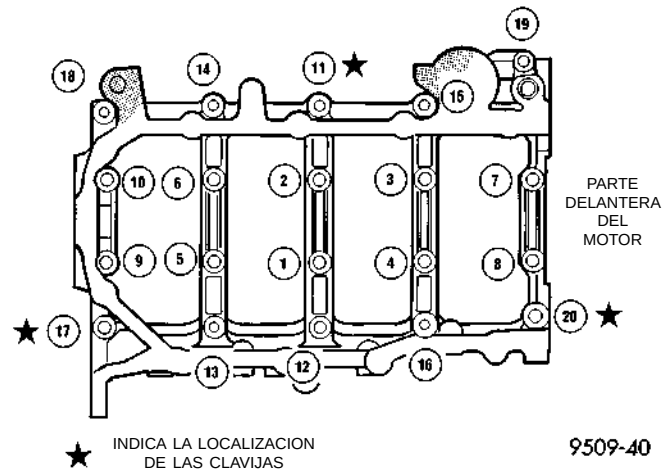

Fig. 70 Secuencia de torsión de las tapas de cojinete principal/bancada
(5) Instale los cojinetes principales inferiores en la tapa/bancada del cojinete principal. Cerciñese de que las lengüetas de cojinete se asienten en las muescas de la bancada. Instale el cojinete principal/bancada en el bloque del motor.
(6) Antes de instalar los pernos, deben engrasarse las roscas con aceite de motor limpio. Limpie el exceso de aceite.
(7) Instale apretando a mano los pernos 11, 17 y 20 de la bancada del cojinete principal al bloque del motor. Apriete estos pernos juntos hasta que la bancada toque el bloque de cilindros. Apriete los pernos con una torsión de 30 N·m (22 lbs. pie) (Fig. 70).
(8) Instale los pernos de la bancada del cojinete principal al bloque del motor (del 1 al 10) y apriete
cada perno con una torsión de 81 N·m (60 lbs. pie), en la secuencia que se muestra en la (Fig. 70).
(9) Instale los pernos de la bancada del cojinete principal al bloque del motor (11 al 20), con los espárragos del deflector en las posiciones 12, 13 y 16 y apriete cada perno con una torsión de 30 N·m (22 lbs. pie), en la secuencia que se muestra en la (Fig. 70).
(10) Después de instalar la bancada del cojinete principal, verifique la torsión de giro del cigüeñal. Esta no debe exceder los 5,6 N·m (50 lbs. pulg.).
(11) Instale la bomba de aceite. Si debe verificarse el juego longitudinal del cigüeñal, consulte los procedimientos de servicio en esta sección.
(12) Instale la rueda dentada del cigüeñal.
(13) Instale el adaptador del filtro de aceite y el filtro. Consulte el procedimiento descrito en esta sección.